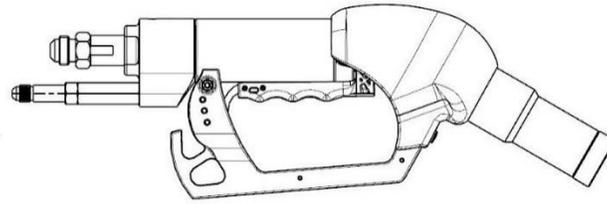

Figura 3 – Posizione leva ON
3. Sollevare la leva dell'ugello fino a quando il blocco non impegna la posizione ON (Figura 3). Si sentirà un chiaro "CLICK".